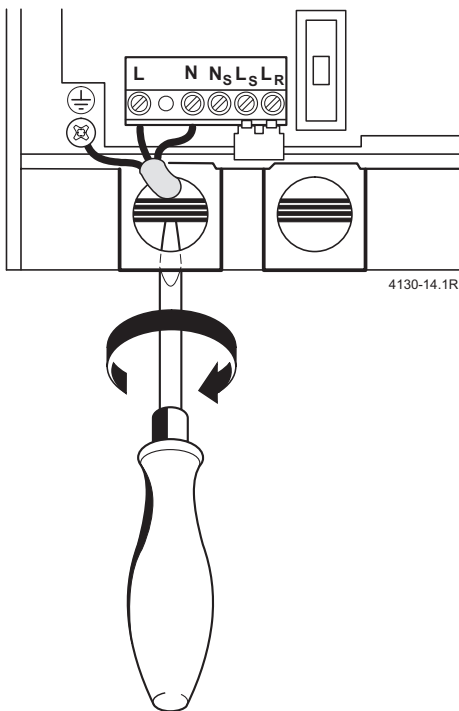

Fig. 13
- ▶ Se introduce cablul prin orificiul presetupeii și se realizează legăturile, în conformitate cu Fig. 13.